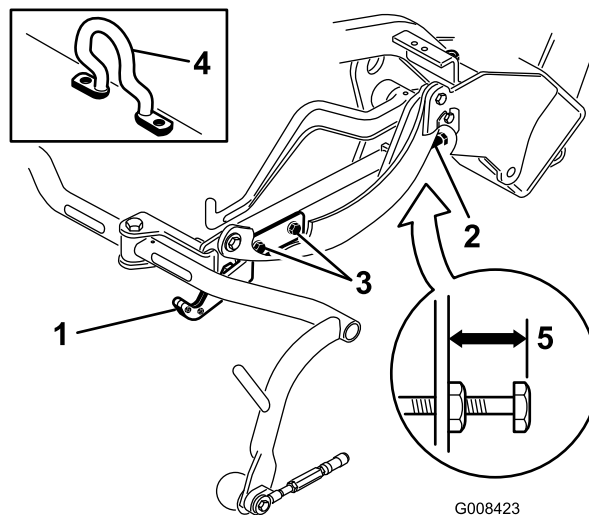
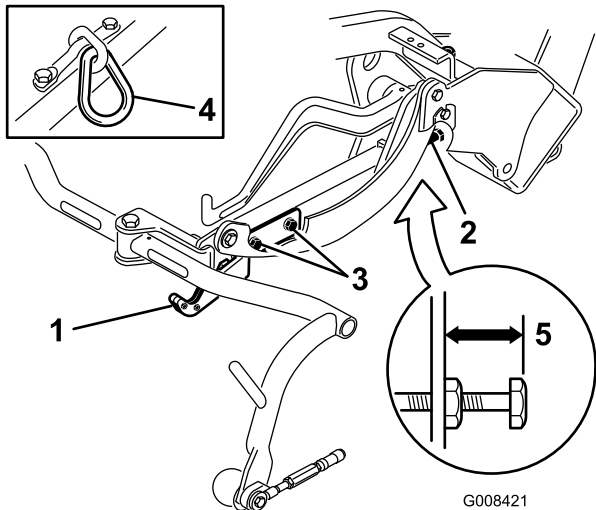
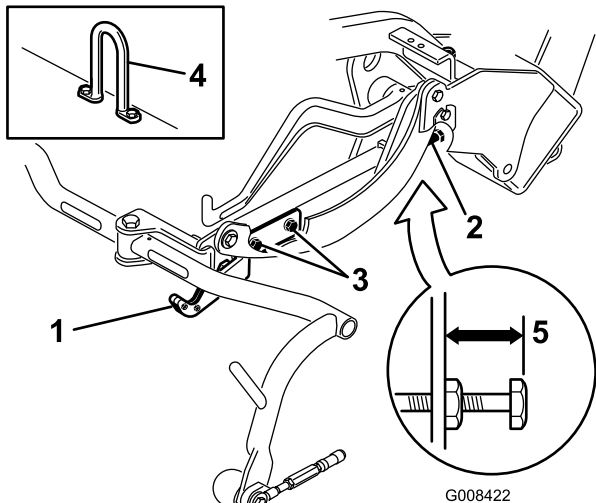

Figura 12
Figura 13
Figura 14
Compruebe la altura de transporte (Figura 13 y Figura 14) y ajústela, si es necesario.
2. En unidades de corte equipadas con un gancho de elevación acodado (Figura 12, detalle) compruebe que la distancia entre la parte superior del tornillo de ajuste del bastidor de tiro y el borde trasero del bastidor de tiro es de 25 mm. Si la distancia no es de 25 mm, continúe con el paso 4.
3. En unidades de corte equipadas con un gancho de elevación con eslabón de cadena o recto (Figura 13 y Figura 14, detalle) compruebe que la distancia entre la parte superior del tornillo de ajuste del bastidor de tiro
y el borde trasero del bastidor de tiro es de 22 mm. Si la distancia no es de 22 mm, continúe con el paso 4. Si la unidad de corte está equipada con un gancho de elevación acodado, (Figura 12), continúe con el paso siguiente.
4. Afloje los tornillos de montaje de la pletina de transporte (Figura 13, Figura 14 y Figura 12).
7. Si los bastidores de tiro no están a la misma altura, afloje la contratuerca del tornillo de ajuste del bastidor de tiro (Fig.Figura 12, Figura 13 y Figura 14). Gire el tornillo hacia fuera para elevar y hacia dentro para bajar. Apriete la contratuerca después de obtener la altura correcta.